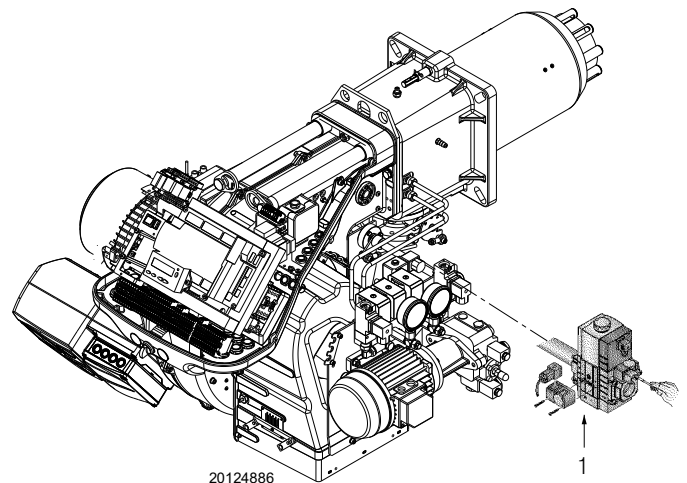

Рис. 40
- Перевірте тиск подачі газу, підключивши манометр до контрольної точки 1)(Рис. 40) реле мінімального тиску газу: тиск має бути нижчим за максимально допустимий тиск газового тракту, вказаний на таблиці з технічними характеристиками.
- Випустіть повітря з трубопроводу газового тракту, під'єднавши пластикову трубку до контрольної точки 1)(Рис. 40) реле мінімального тиску газу. Виведіть пластикову трубку за межі будівлі та дочекайтеся появи запаху газу.